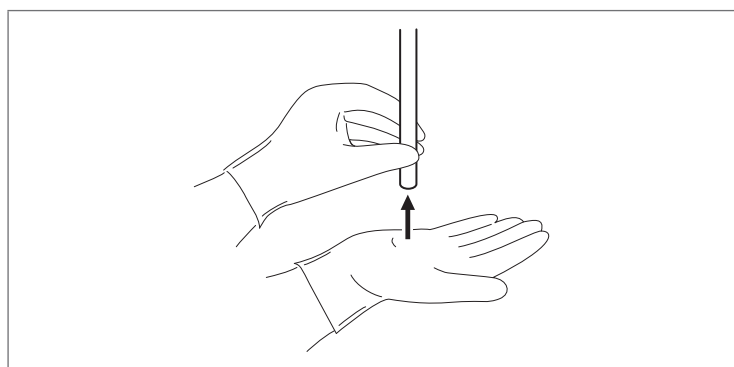

Рис. 4.6
3. Разместите дистальный конец эндоскопа на расстоянии примерно 1 см от своей ладони, а затем отдалите его от ладони примерно на 5 см. Следите за изображением на мониторе, чтобы убедиться в примерно одинаковой яркости для обоих расстояний (рис. 4.6).